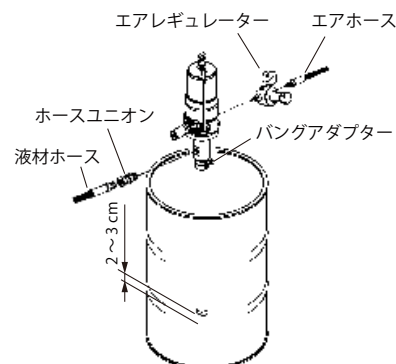

Fig.4
- 2) バングアダプターにポンプを差し込みます。ポンプの下端 (フットバルブ部) がドラム缶の底に当たったら、2~3 cm ポンプを持ち上げて、ポンプのフットバルブとドラム缶の底部との間に隙間をとり、バングアダプターの蝶ネジを締めてポンプを固定してください。(Fig.4)